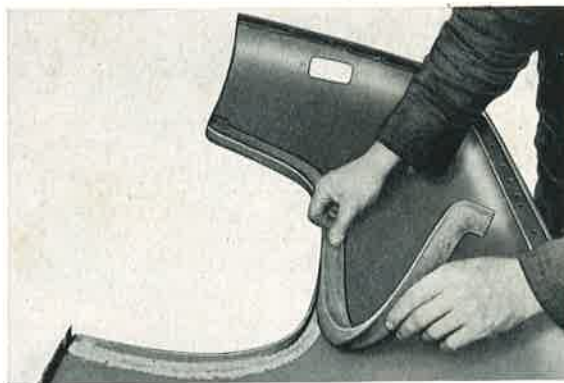

Bild 731: Nach Beachtung der Vortrocknungszeit des verwendeten Klebers wird der Dichtgummi für den Radkasten am Innenrand des Seitenteils eingeklebt.
4. Die untere Innenseite des Seitenteils, wo dieses am Radkasten zu liegen kommt, wird mit Kleber bestrichen, desgleichen der Dichtgummi des Radkastens (Moosgummi) und dieser am Seitenteil angeklebt (Bild 731).